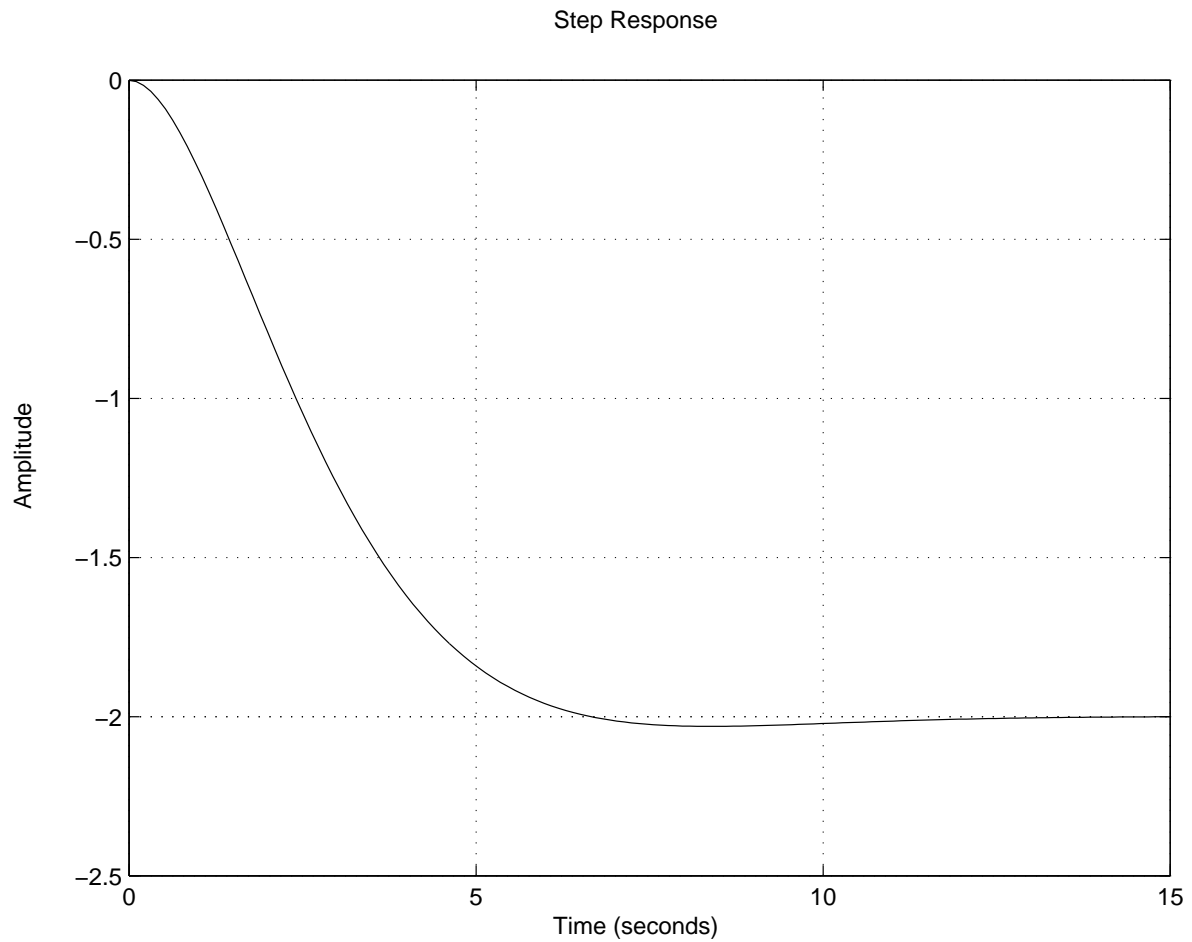

FIG. 1 – [EXERCICE 6] : réponse du système à reconnaître
On considère la réponse à un échelon unité de la figure 1.
**6.1)** Identifier le système qui a produit la réponse de la figure 1.